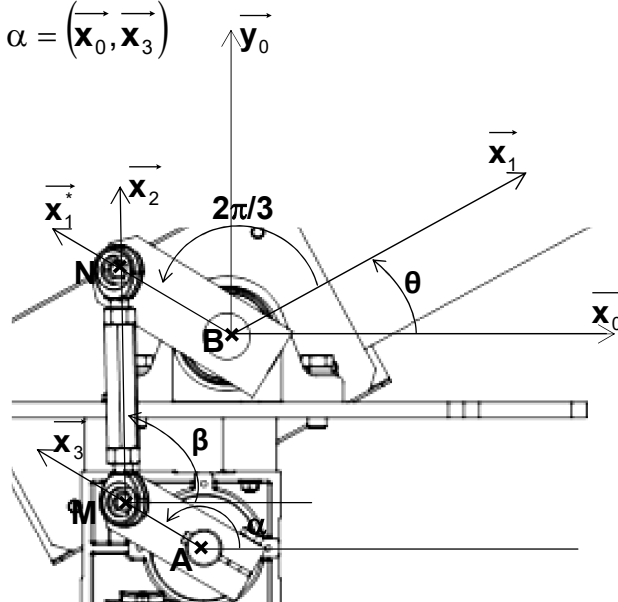

Figure 4
**Question 11 :** A partir du paramétrage et de la figure 4 écrire la fermeture géométrique du mécanisme en fonction de  $a, b, c, d, e, \vec{x}_0, \vec{y}_0, \vec{x}_1, \vec{x}_2$  et  $\vec{x}_3$ .